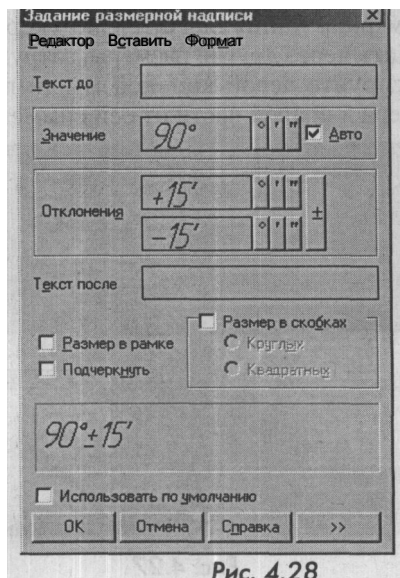

Рис. 4.28
19. Простановка угла уплотнительной фаски клапана. Нажмите кнопку Г5 (**Угловой размер**). Щелкнуть мышью сначала по одной, а потом по другой стороне уплотнительной фаски. При этом в строке параметров появится изображение кнопок представляемого угла и величина угла: $JS^{\wedge}LL И^{\wedge}3^* I$. Щелкните мышью в поле txt, а в диалоговом окне **Задание размерной надписи** активизируйте в блоке **Отклонения** верхнее окно и введите туда значение 15. Затем нажмите кнопку с изображением угловой минуты и кнопку (рис. 4.28). Нажмите ОК и разместите угловой размер в нижней части чертежа.